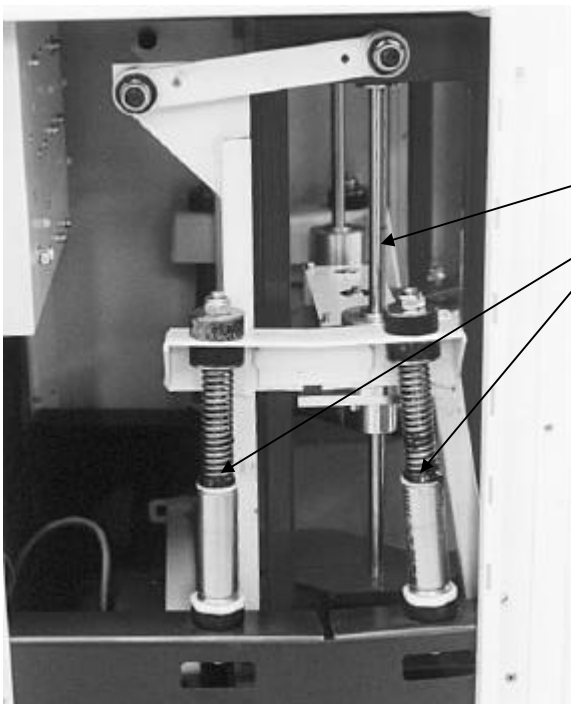

figure 5
- Graisser l'axe des amortisseurs (4x) (voir figure 5, numéro 1).
- Graisser les axes de guidage (2x) (voir figure 5, numéro 2).